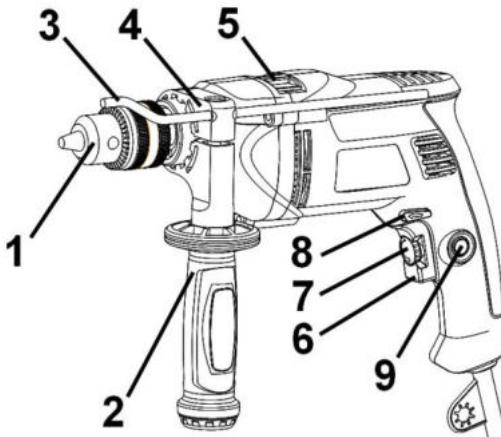

Рисунок 1
Виріб має два режими свердління: ударно-обертальний і обертальний. Перемикання режимів роботи виробу здійснюється переведенням перемикача (5) (див. рис.1) У крайні позиції до відповідного символу режиму роботи:
- ударно-обертальний режим - перемикач (5) повинен бути переведеним до упору у бік
4.2 Виберіть необхідний режим роботи виробу за допомогою перемикача (5) (див. рисунок 1). Перемиканням режимів роботи виробу здійснюється переведенням перемикача (5) (див. рис.1) з одного крайнього положення в інше в бік відповідного символу режиму роботи:
- ударно-обертальний режим - перемикач (5) повинен бути переведеним до упору у бік символу ;
- обертальний режим - перемикач (5) повинен бути переведеним до упору у бік символу .